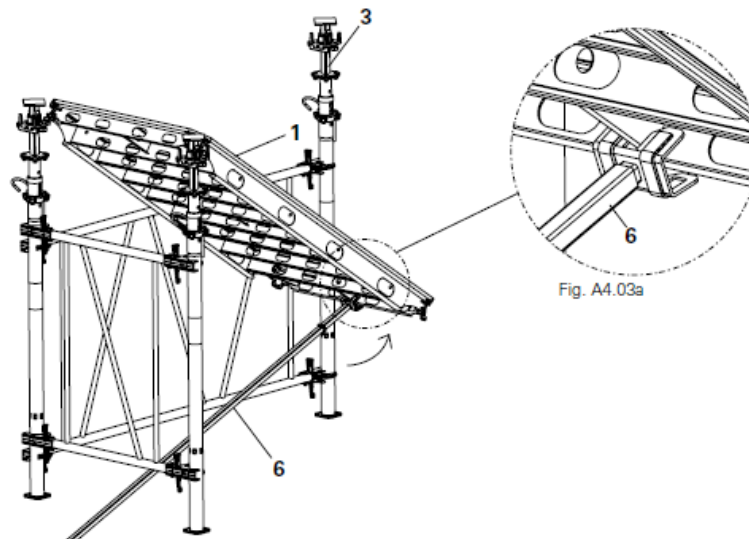

Fig. A4.03
6. Rodar o painel ADP (1) para cima com o auxiliar de cofragem (6) e prender no terceiro prumo (3). (Fig. A4.03)